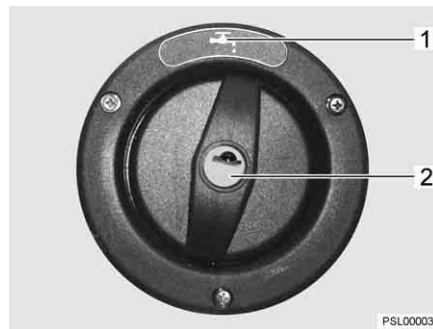

Fig. 237 Tapa de cierre para el tubo de llenado de agua potable
El tubo de llenado de agua potable está identificado con el símbolo "☞" (Fig. 237,1). La tapa de cierre se abre o cierra con la llave para las cerraduras de trampa exterior.
- Introducir la llave en el cilindro de cierre (Fig. 237,2) y girarla un cuarto de vuelta en sentido contrario a las agujas del reloj.